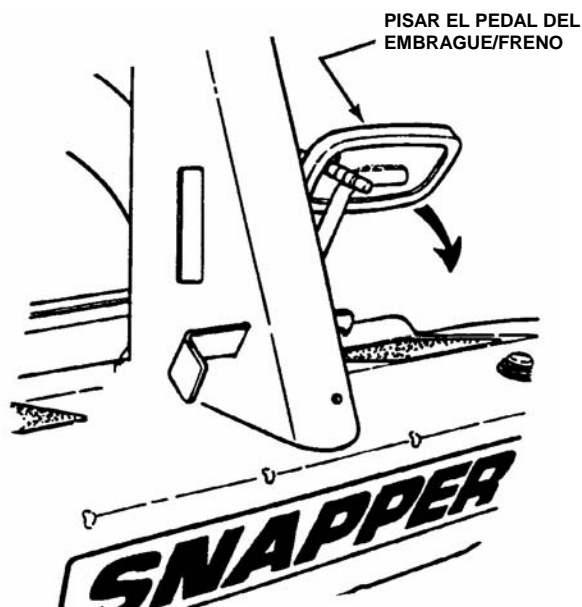

FIGURA 2.11
2. Pise el pedal del embrague/freno. Vea la figura 2.11.